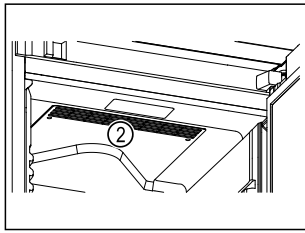

Fig. 62
- ☐ Дръжте вентилационните отвори Fig. 62 (2) на циркуляционния вентилатор във вътрешността свободни.